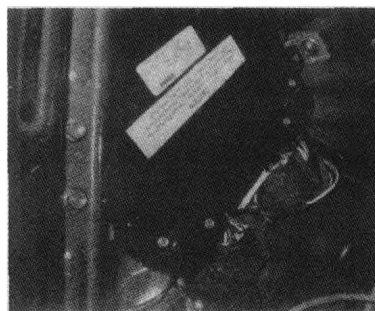

图0-3 位于控制器壳体上的校正代码
(3) 校正代码 校正代码通常位于动力系控制模块(Power Train Control Modules,简称PCM)或其他控制器上。在诊断发动机运行故障的时候,常常需要知道校正代码,以确定相应的技术服务通报或维修程序。在订购或更换控制单元时也需要这些信息。常见的校正代码如图0-3所示。